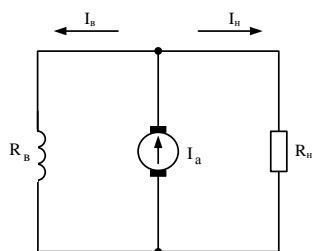

Рис. 1.
2. Генератор постоянного тока с параллельным возбуждением (рис.1.) работает на нагрузку, сопротивление которой $R_H = 5$ Ом, сопротивление обмотки якоря $R_a = 0,2$ Ом, сопротивление обмотки возбуждения $R_B = 230$ Ом, напряжение на зажимах генератора $U = 230$ В.